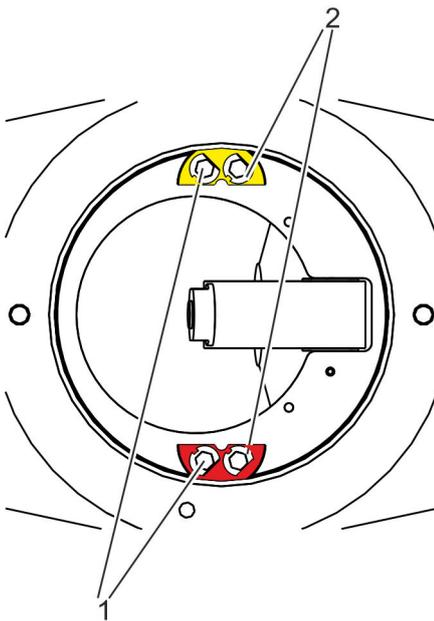

Abb. 16: Blick von oben in das Gehäuse
2. ➤ Scheiben (Abb. 16/2) geradebiegen.
Schrauben (Abb. 16/1) lösen und samt Scheiben (Abb. 16/2) aus dem Gehäuse entfernen.